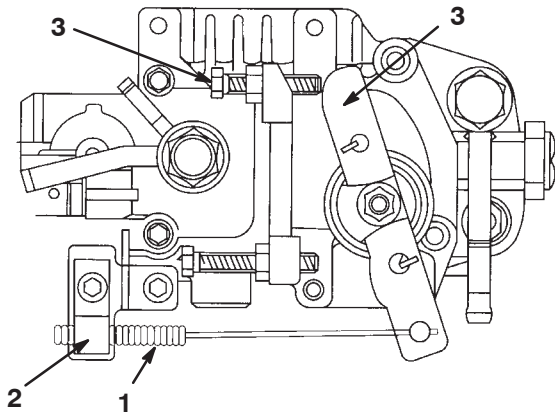

Bild 49
1. Stellen Sie den Gasbedienungshebel auf Langsam (Bild 49).
2. Lösen Sie die Schraube der Kabelklemme, mit der dieser am Motor befestigt ist (Bild 49).
3. Schieben Sie den Bowdenzug, bis der Fahrtriebshebel die Leerlaufschraube berührt (Bild 49).
2. Lösen Sie die Sicherungsmutter an der Leerlaufschraube (Bild 49).